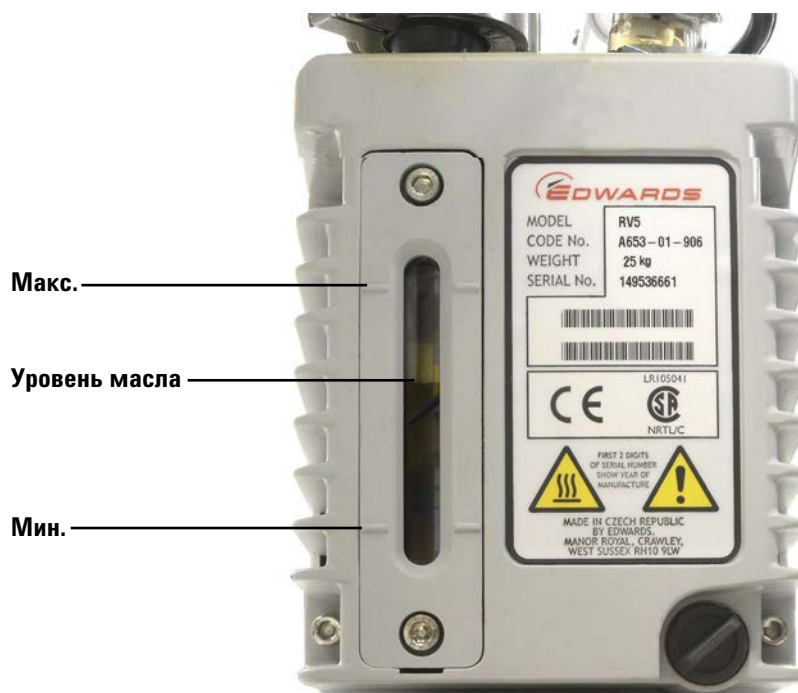

Рис. 16 Проверка уровня масла
- 4** Добавьте новое масло в насос так, чтобы уровень масла приблизился к отметке максимума в окошке для проверки уровня, но не превысил эту отметку. См. Рис. 16 на стр. 80.
- 6** Добавьте новое масло в насос так, чтобы уровень масла приблизился к отметке максимума в окошке для проверки уровня, но не превысил эту отметку. См. Рис. 16 на стр. 80.